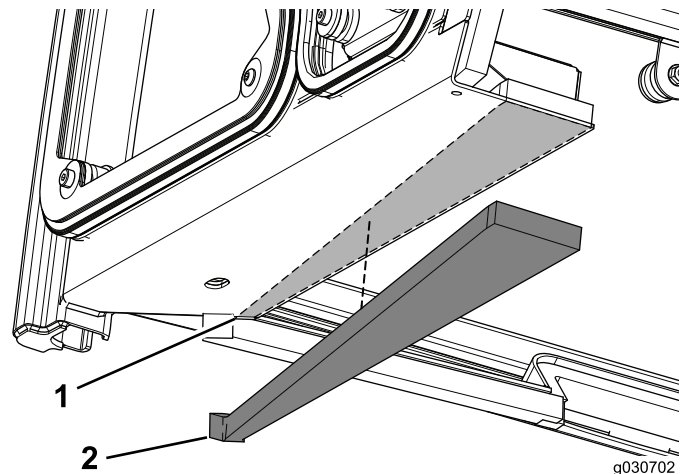

Figure 12
1. Appliquez le joint en mousse gauche à environ 3 mm du bord de la partie avant gauche de la cabine (Figure 12).